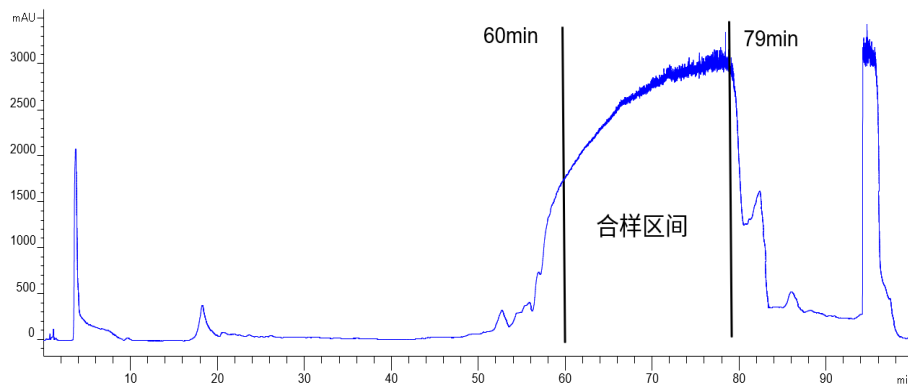

图 2. BR-C18(2)纯化多肽样品纯化图谱
纯化图谱 (图 2) 显示 BR-C18(2) 填料纯化该多肽样品对于主峰前后杂质有较好的分离, 洗脱主峰几乎全收, 保证了很高的回收率。BR-C18(2) 一步纯化上样载量为 35.7 mg/g 填料, 样品纯度由 70.63% 提升至 98.84%, 单杂 < 0.5%, 收率 89.03%, 保证高纯度的同时保持高回收率。